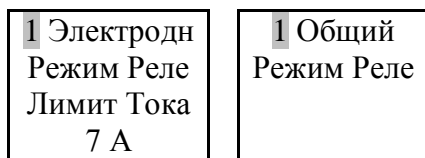

Рисунок 2.1
2.2 На 1 экране (рис. 2.1) настраивается: